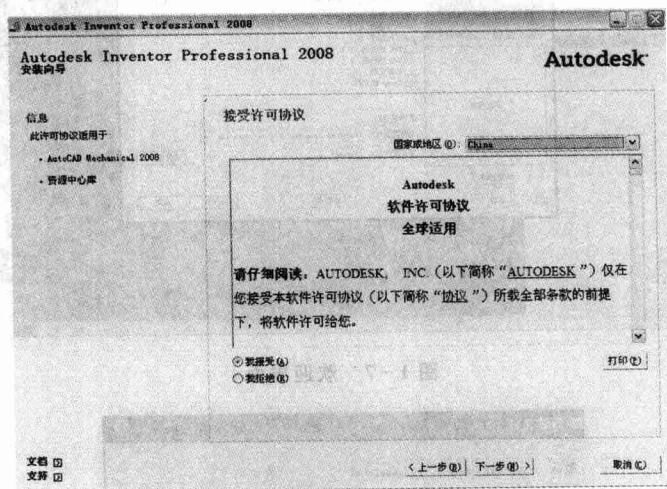

图 1-5 软件许可协议
⑤ 在安装明细界面选择好安装产品后，弹出软件许可协议。若接受，则单击“我接受”，然后单击“下一步”，继续安装，见图 1-5。